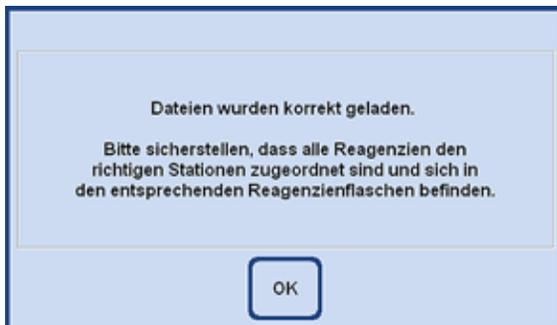

Abb. 120
- Wenn alle Daten korrekt geladen wurden erscheint eine Bildschirmmeldung, die dies bestätigt und dazu auffordert, die richtige Zuordnung der Reagenzien zu prüfen (Abb. 120).